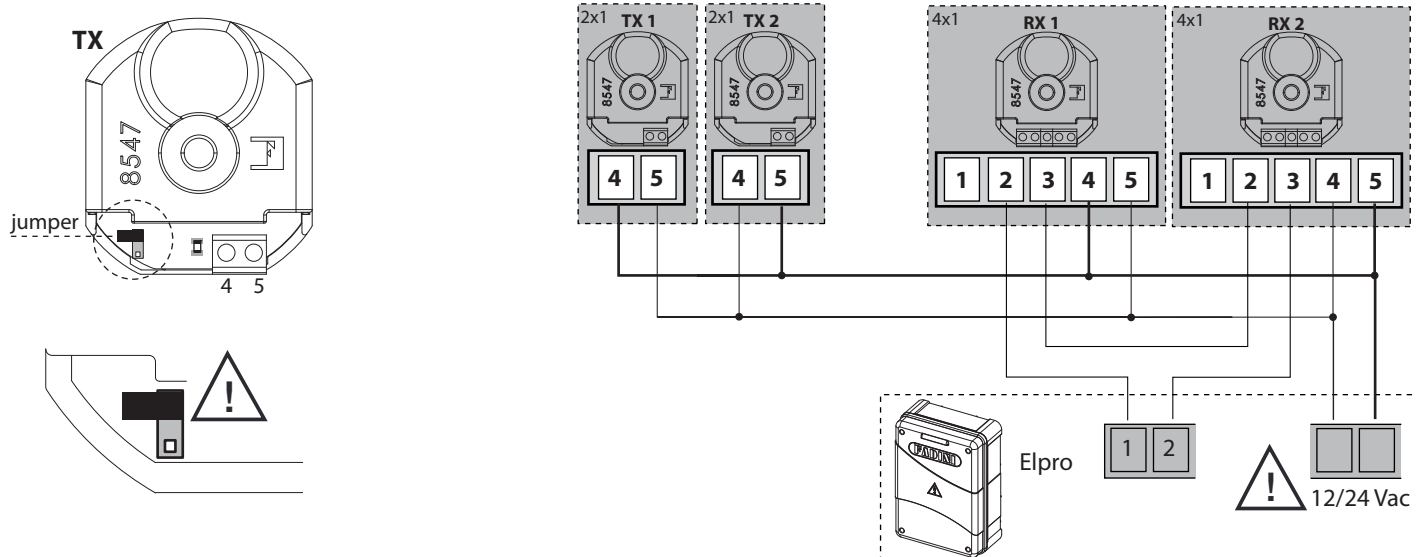

Fig. 17
Jumper (Fig. 17) = serve per la sincronizzazione di n° 2 coppie. Per il funzionamento normale, lasciare il jumper inserito.
Jumper (Abb. 17) = Es wird für die Synchronisation von 2 Lichtschranken verwendet. Lassen Sie für den normalen Betrieb den Jumper eingesetzt.
Jumper (Fig. 17) = is used for synchronization of n° 2 pairs. For normal operation, leave the jumper plugged in.
Jumper (Fig. 17) = se utiliza para la sincronización de n° 2 pares. Para un funcionamiento normal, deje el puente enchufado.
Jumper (Fig. 17) = c'est utilisé pour la synchronisation des n° 2 paires. Pour un fonctionnement normal, laissez le jumper branché.
**IT** IMPORTANTE: La funzione di sincronizzazione non è applicabile con i programmatori elettronici ELPRO 35 /42 /43 /62 /63 in quanto questa funzione necessita di un'alimentazione alternata 12/ 24 Vac. E' necessario per prima cosa togliere il Jumper e posizionarlo su di un solo pin, ed eseguire i collegamenti indicati in fig. 17 prima di poter poi dare alimentazione alle fotocellule.
**DE** WICHTIG: Die Synchronisationsfunktion ist bei den elektronischen Steuerungen ELPRO 35/42/43/62/63 nicht möglich, da diese Funktion eine 12/24 Vac Wechselstromversorgung benötigt. Zuerst muss der Jumper entfernt und auf einen einzelnen Stift gesteckt werden; die in Abb. 17 angegebenen Verbindungen müssen durchgeführt werden, bevor die Lichtschranken mit Strom zu versorgen.
**GB** IMPORTANT: The synchronization function is not applicable with ELPRO 35 / 42 / 43 / 62 / 63 control units as this function requires a 12/24 Vac alternated power supply. First remove the jumper and fit it on to one pin only, then carry out the connections as in Fig.17 before supplying the photocells with power.
**ES** IMPORTANTE: La función de sincronización no es aplicable con los programadores electrónicos ELPRO 35/42/43/62/63 ya que esta función requiere una fuente de alimentación alterna de 1/24 Vac. Primero es necesario quitar el Jumper y colocarlo en un solo pin, y realizar las conexiones indicadas en la Fig. 17 antes de poder alimentar las fotocélulas.
**FR** IMPORTANT: La fonction de synchronisation n'est pas applicable avec les programmeurs électroniques ELPRO 35/42/43 car cette fonction nécessite d'une alimentation alternative 12/24 Vac. Il faut d'abord enlever le cavalier et le placer sur une seule broche, et effectuer les connexions indiquées sur la Fig. 17 avant d'alimenter les photocellules.